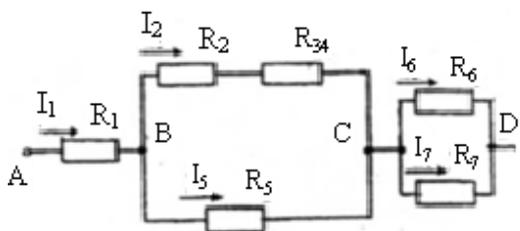
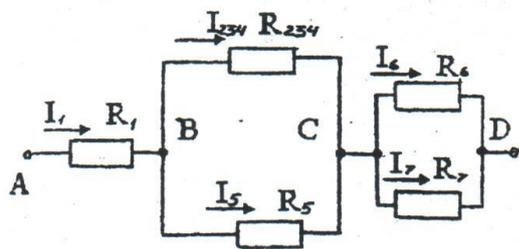

Рисунок 6 - Электрическая схема
Рисунок 7 - Электрическая схема
2. Резисторы R_2 и R_{34} (см. рис. 6) соединены последовательно, их общее сопротивление: $R_{2-4} = R_2 + R_{34} = 20 + 40 = 60$ Ом. Соответствующая схема приведена на рис. 7
По ходу решения задачи можно проверять правильность ее решения. Так, на основании третьего свойства последовательного соединения следует, что $U = U_{AD} = U_{AB} + U_{BC} + U_{CD} = 70 + 120 + 60 = 250 \text{ В}$, что соответствует заданному напряжению. Зная напряжения на участках ВС и СД, определим токи в ветвях (см рис. 7)
На основании второго свойства параллельного соединения можно убедиться на этом этапе в правильности решения задачи, применив первый закон Кирхгофа Из схемы (рис. 7) следует, что: $I = I_1 = I_{2-4} + I_5$ и $I = I_1 = I_6 + I_7$
11. Для определения токов резисторов R_3 и R_4 предварительно найдем напряжение на резисторе R_{34} (рисунок 6), которое эквивалентно им $U_{34} = I_{34} \cdot R_{34} = 2 \cdot 40 = 80B$
Это можно сделать двумя способами: на основании закона Ома $U_2 = I_2 \times R_2 = 2 \cdot 20 = 40 B$ или на основании третьего свойства последовательного соединения. На участке ВС верхняя ветвь представляет собой последовательное соединение резисторов R_2 и R_{34} (см рис. 6), поэтому $U_{BC} = U_2 + U_{34}$, отсюда $U_2 = U_{BC} - U_{34} = 120 - 80 = 40 B$. Переходим к определению мощности, потребляемой цепью и каждым резистором в отдельности.